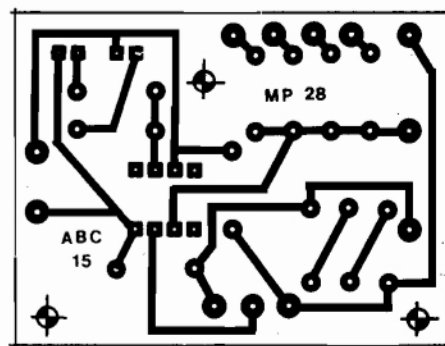

Fig.4
- FIG. 4 - CIRCUITO IMPRESSO ESPECÍFICO (ESCALA 1:1) - O lay out do padrão cobreado de ilhas e pistas é visto na figura em tamanho natural, de modo que o Leitor/"Aluno" possa copiar diretamente... Levem em conta as diversas advertências e conselhos dados na presente "Aula" (e também nas anteriores), quanto aos cuidados que se deve ter na traçagem, corrosão, limpeza e utilização final (soldagem) dos Circuitos Impressos, notadamente naqueles que servirão de substrato para montagens com Integrados (cujas "perninhas", em grande